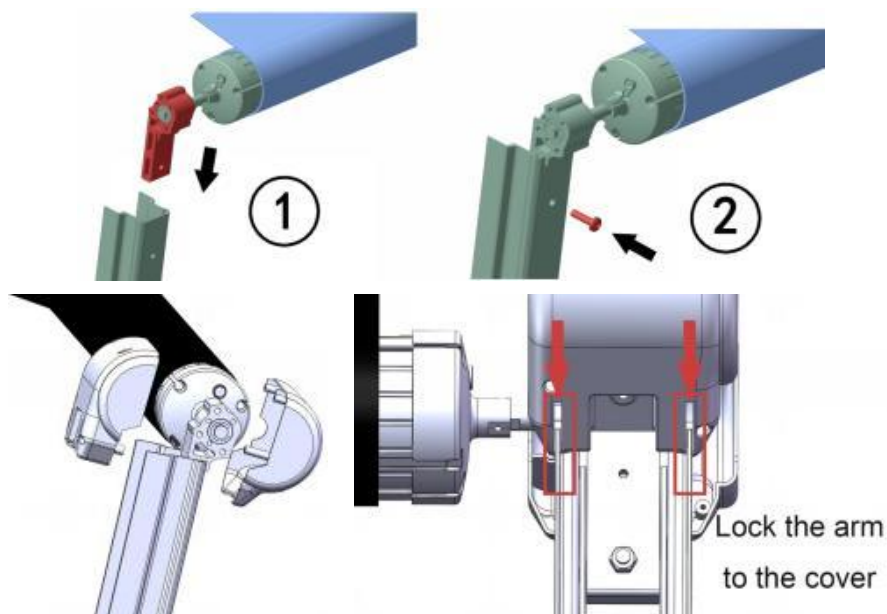

Figura D17
3.7.2 Rimuovere il coperchio decorativo sulla parte superiore del braccio pieghevole lato non motore, inserire la voluta e la staffa lato non motore nella parte superiore del braccio pieghevole, fissarle con le viti (tutte le viti sui coperchi) e installare il coperchio decorativo. (Figura D17)